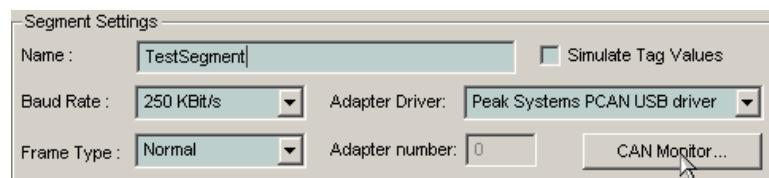
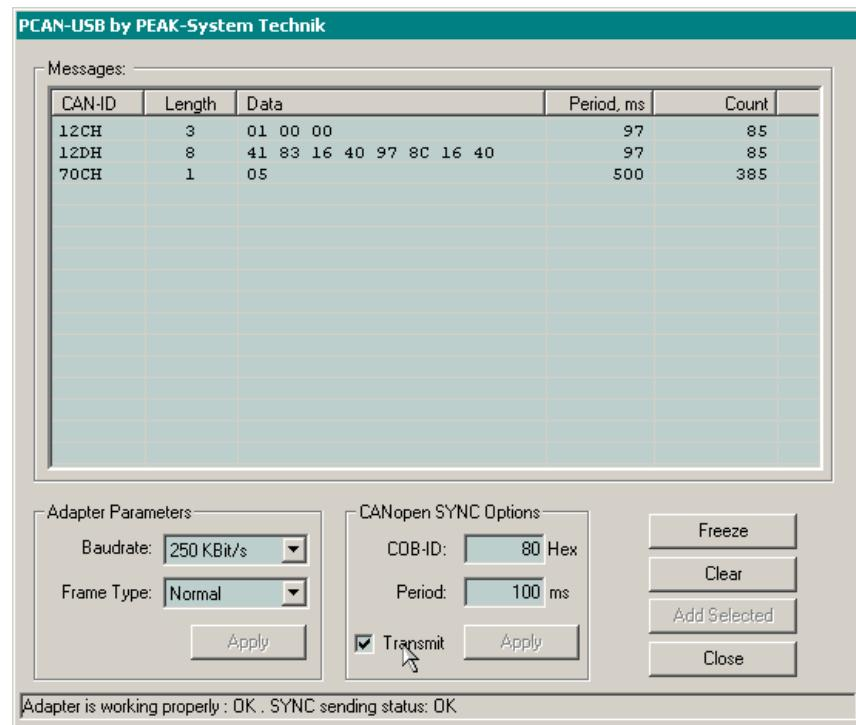

Рис. 60. Настройка параметров сегмента сети CAN
Рис. 61. Окно монитора сети CAN
3. Настройте параметры сегмента сети CAN, как показано на рис. 60, после чего для проверки наличия связи нажмите кнопку **CAN Monitor**. В диалоговой панели встроенного монитора сети CAN, появившейся на экране, отметьте флагок **CANopen SYNC Options–Transmit** и убедитесь в том, что контроллер передает в сеть исходящие коммуникационные объекты с идентификаторами 12CH и 12DH, как показано на рис. 61.